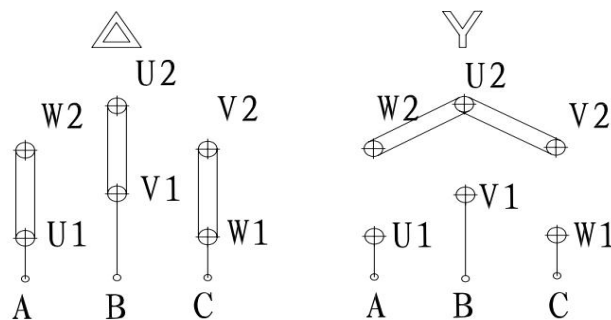

图 3（接线指示图）
6.3.3 六端子接线盒通过连接片改变接法见图 3，可适应两种不同电压需要有两个进线口可引入二根多芯电缆的接线盒，当引入一根多芯电缆只使用一个进线口时，另一个进线口的金属堵棒不得拿掉，否则将失去防爆性能。